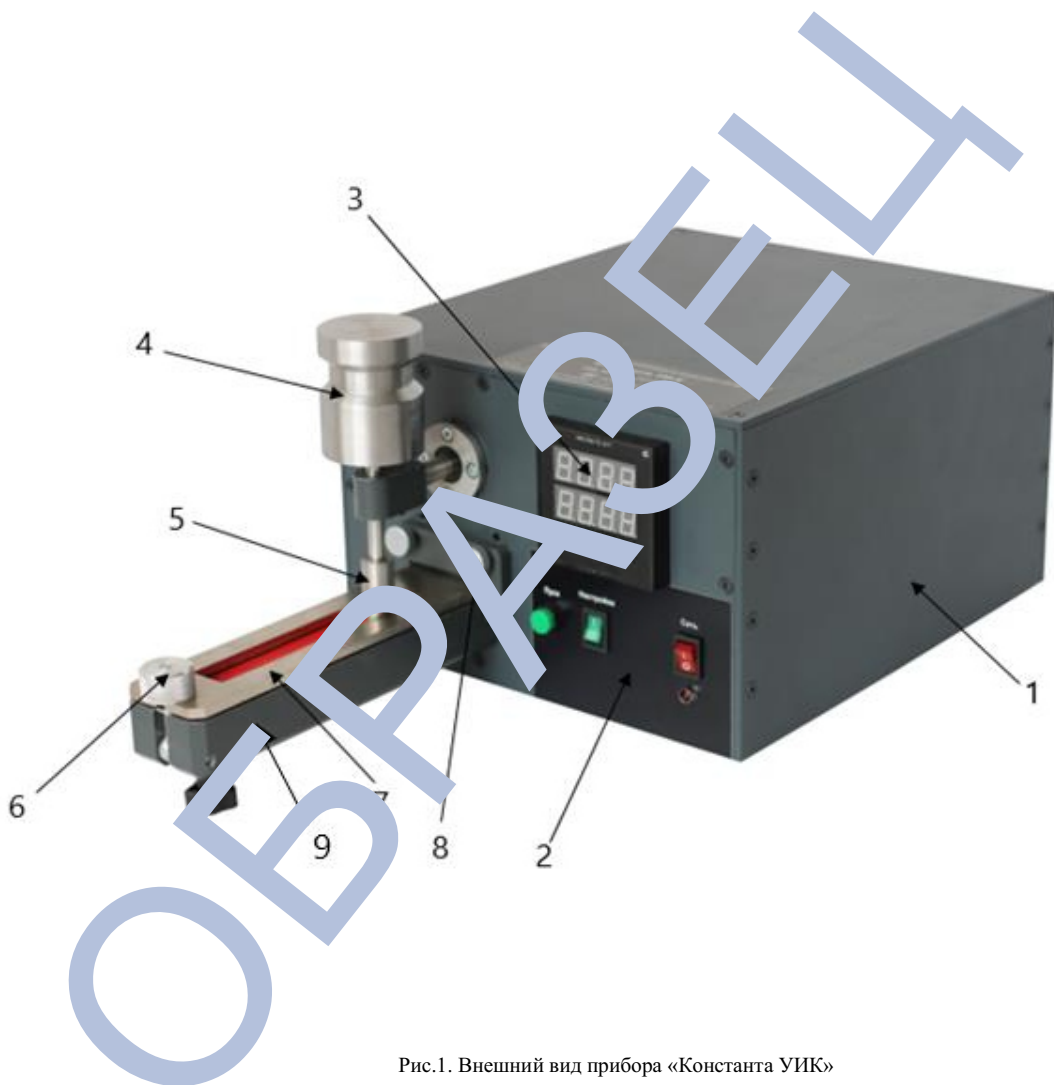

Рис.1. Внешний вид прибора «Константа УИК»
1.5.1. Внешний вид прибора представлен на рис.1.
- Корпус (поз.1, рис.1).
- Узел истирания (поз.4, 5, рис.1).
- Система фиксации образца (поз.6,7,8, рис.1).
- Основание прибора (поз.9, рис.1).
1.5.3. В корпус встроен двигатель, кривошипно-шатунный механизм привода, блок питания и электронные компоненты. На передней панели корпуса расположены дисплей блока счетчика циклов/таймера (поз.3, рис.1) и переключатели управления (поз.2, рис.1), на задней панели – разъем блока питания³.
1.5.4. Узел истирания состоит из трущего стержня (поз.5, рис.1) с грузом (поз.4, рис.1). Узел истирания соединен с кривошипно-шатунным механизмом, который при работе совершает возвратно-поступательные движения в плоскости, параллельной плоскости подложки.
1.5.5. Система фиксации образца состоит из прижимной планки (поз.7 рис.1), служащей для закрепления образца испытаний на основании прибора, эксцентрикового прижима (поз.6, рис.1), фиксирующего прижимную планку, механизма регулировки толщины образца с винтами регулировки (поз.8, рис.1) позволяющими устанавливать прижимную пластину на образцы различной толщины.